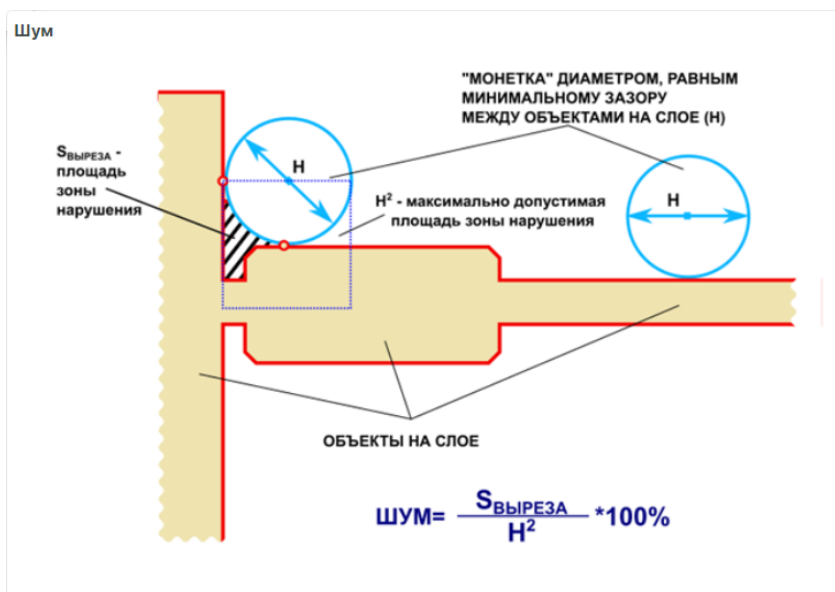

Рис. 676 Расчет значения шума
- максимального заданного значения шума: отношения площади выреза к квадрату минимального зазора между объектами (0% – 100%) между всеми элементами, расположенными на выбранных слоях печатной платы, см. Рис. 676.